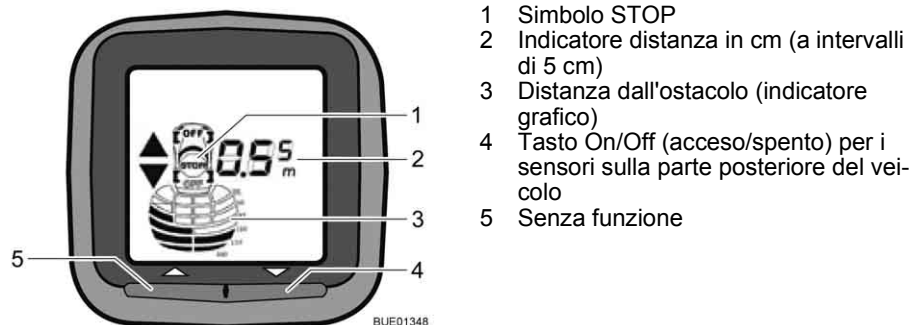

Fig. 20 Quadro di segnalazione Park Boy V
Nella zona passeggeri, un quadro di segnalazione con display (Fig. 20) indica la distanza dall'ostacolo. Contemporaneamente viene emesso un segnale acustico come segnale di avvertenza.
- Premere il tasto On/Off (Fig. 20,4). Il display si illumina e vi compare il simbolo del veicolo. Il sensore di controllo distanza durante il parcheggio è pronto per le misurazioni.
- Premere il tasto On/Off (Fig. 20,4). Indipendentemente dal modo in cui è stato acceso, il sensore di controllo distanza durante il parcheggio può venire spento in qualsiasi momento mediante il tasto On/Off (acceso/spento).
Il display (Fig. 20) indica la distanza in passi di circa 5 cm. Il sensore indica sempre la distanza più breve rilevata.